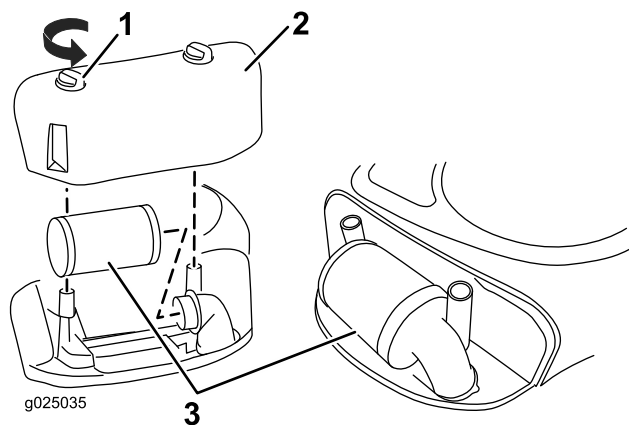

Figura 21
2. Girate le manopole in posizione di sblocco (Figura 21).
1. Manopola (2)
4. Sollevate l'estremità del filtro per rimuoverlo (Figura 21).
2. Montate il coperchio del filtro dell'aria e le manopole (Figura 21).